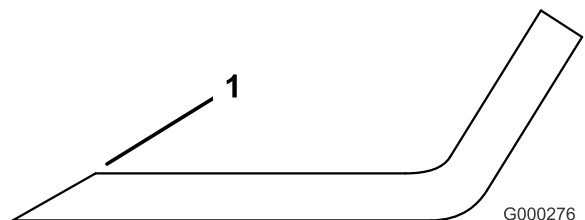

Figure 62
1. Au moyen d'une lime, aiguisez les tranchants aux deux extrémités de la lame (Figure 62) en veillant à conserver l'angle de coupe d'origine. Limez la même quantité de métal sur chacun des deux tranchants pour ne pas déséquilibrer la lame.